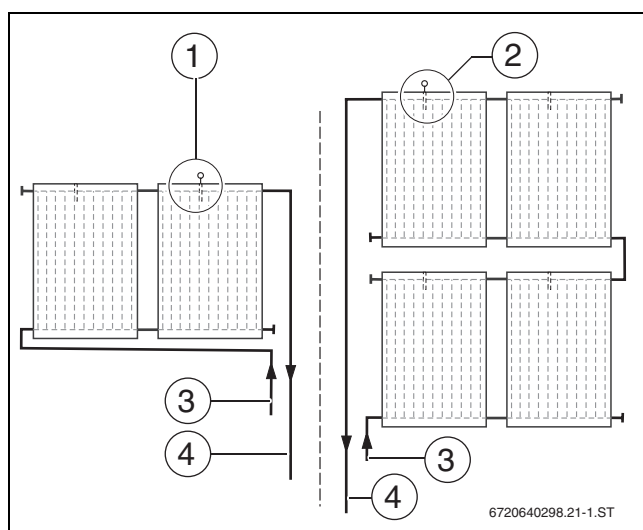

Bild 57 Position des Kollektorfühlers
- Kollektorfühler in den Kollektor mit dem angeschlossenen Vorlauf montieren (→ Bild 57).